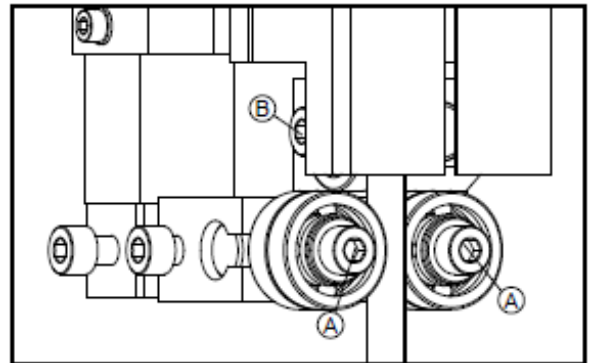

Fig.4.5.1
- Les roulements à rouleaux latéraux sont réglés en les ajustant avec les deux vis (**A**) Fig. 4.5.1 pour que la lame de scie ait un jeu maximum de 1 mm.
- Le roulement à rouleaux arrière est réglé avec la vis (**B**) Fig. 4.5.1 de sorte qu'il y ait une distance maximale de 1 mm entre le roulement à rouleaux et la lame de scie.